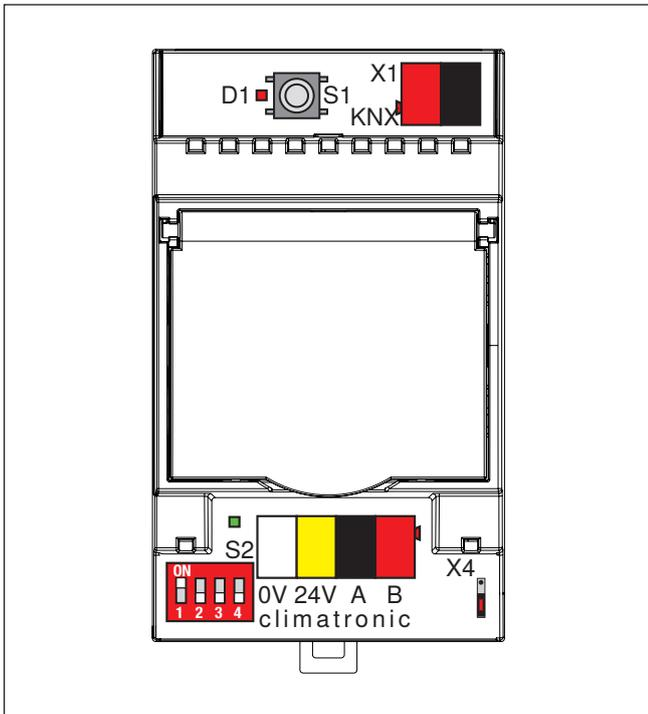

Abb. 3 KNX Gateway
Es können bis zu vier KNX Gateways pro WAREMA climatronic® System verwendet werden. Damit diese von der climatronic richtig adressiert werden können, müssen die Kodierschalter **S2** (siehe auch Abb. 3) gemäß folgender Tabelle eingestellt werden.
- Drücken Sie die Programmierertaste **S1** (Abb. 3), um das Gerät in den Programmiermodus zu versetzen. Bei aktiviertem Programmiermodus leuchtet die rote LED **D1**. Die Programmierung erfolgt durch PC und entsprechende Software. Diese Software beendet den Programmiermodus automatisch. Die rote LED erlischt.